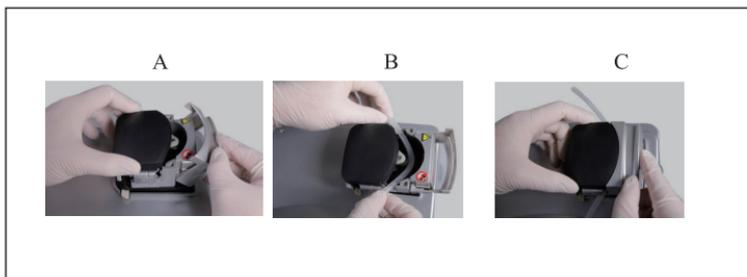

Fig.5
L'interrupteur au pied du DS-II (LED) ne doit pas être activé lorsque la porte de la pompe péristaltique est ouverte. (Fig.5 —Réf.B). Les pièces en mouvement peuvent blesser l'opérateur.
- Ouvrez la porte (Fig.5 — Ref.A) aussi loin que possible.
- Positionnez le tube dans la roue (Fig.5 — Réf.B).
- Fermez complètement la porte (Fig.5 — Réf.C).
La pédale de commande du DS-II (LED) ne doit pas être activée lorsque la porte de la pompe péristaltique est ouverte. (Fig.5 —Réf.B). Les pièces en mouvement peuvent blesser l'opérateur.